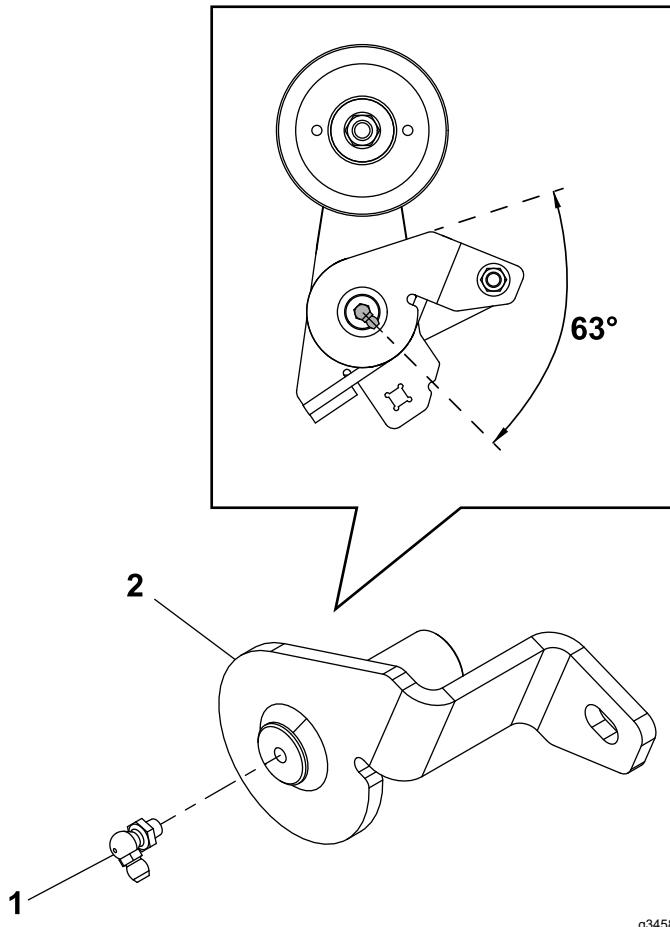

Figura 5
2. Instale el engrasador en el soporte tensor, tal y como se muestra en la Figura 5.